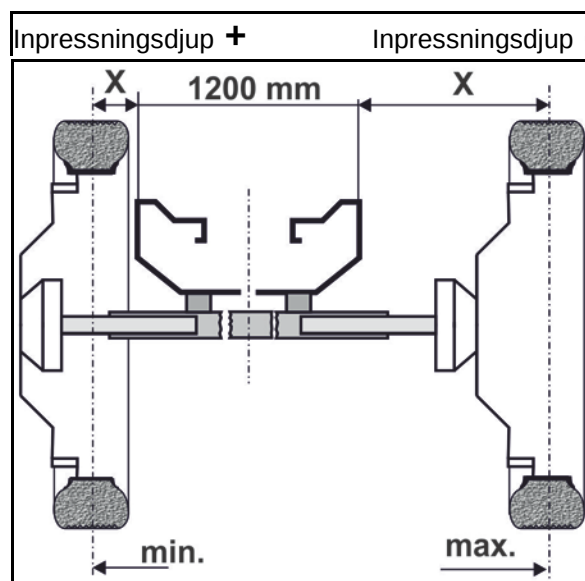

Bild 119
4. Lossa klämskruvarna (Bild 119/1) lösen.